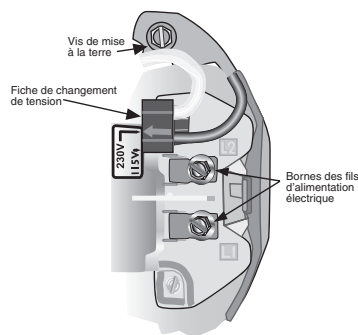

Figure 6 – Tension réglée à 230 volts, type de fiche. POUR PASSER À 115 VOLTS :
4. Les options de réglage de la tension (sous le couvercle d'extrémité du moteur) sont présentées aux figures 6 et 7. Ne pas modifier le câblage du moteur si la tension de secteur est de 230 volts. Brancher l'alimentation électrique comme indiqué pour votre tension d'alimentation.
1. Raccorder d'abord le fil de mise à la terre. Effectuer tout d'abord la mise à la terre, puis raccorder la borne de mise à la terre verte qui se trouve sous le capot du moteur (se reporter à la Figure 6) et qui est indiquée par les lettres « GRD ». Procéder à la mise à la terre sur cette borne. Ne pas brancher le moteur à l'alimentation électrique tant que l'appareil n'est pas mis à la terre de façon permanente; sinon, un risque de choc électrique grave ou mortel peut être causé.